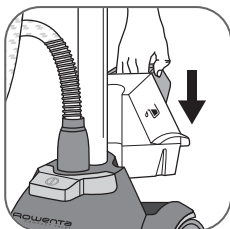

fig. 9
- Remettez le réservoir d'eau en place sur la base de l'appareil (fig. 9).